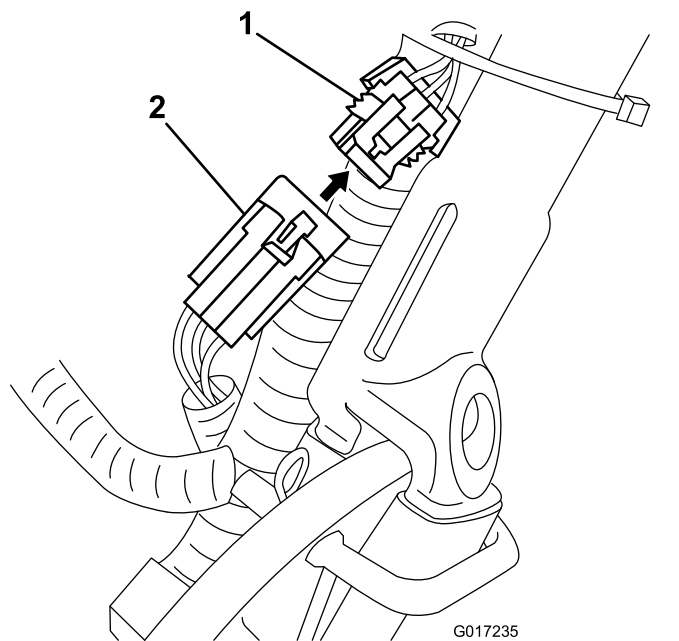

図 14
3. パックについている小さいコネクタがマシンのワイヤハーネスに接続されているので、これをハーネスから外し、メインのワイヤハーネスに接続する 図 14。
- バッテリーパックのワイヤハーネスを、メインのワイヤハーネスの下と後ろを通してマシン左側に通し、ハーネスについている小さい6ピンコネクタをメインのワイヤハーネスにある対応コネクタに(図14)のように接続する。